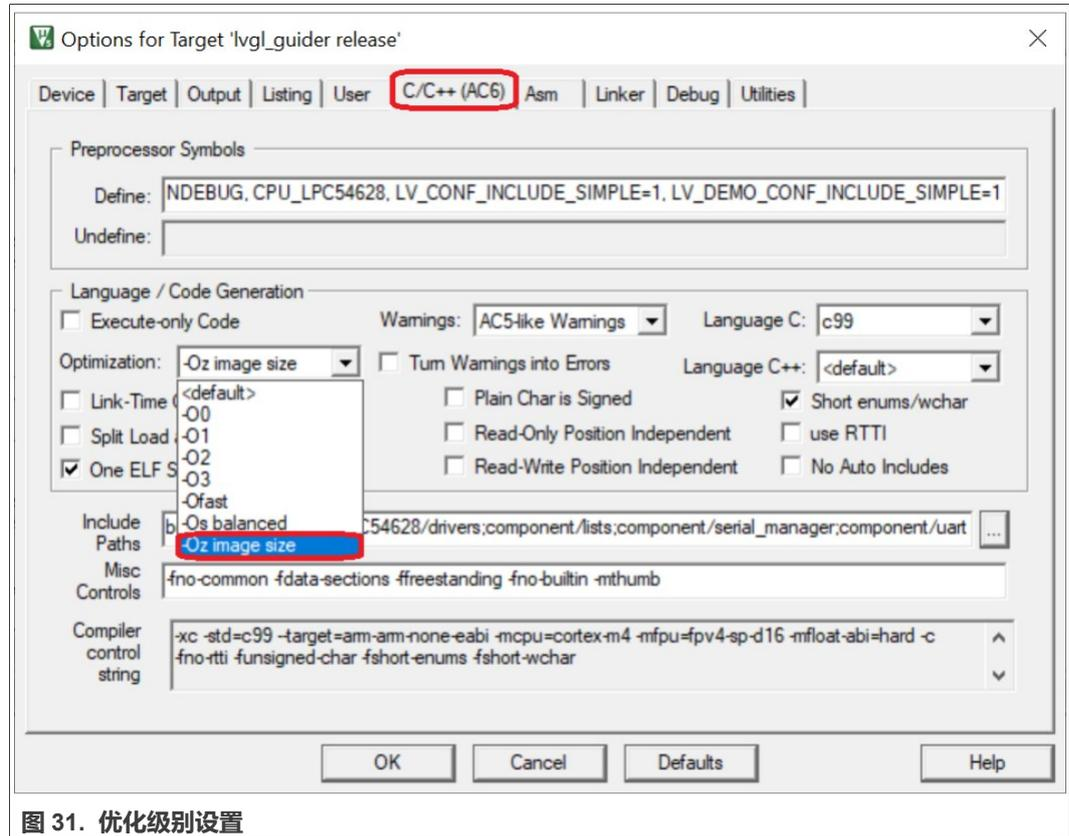

图 31. 优化级别设置
- 设置 Keil IDE 的 IDE 优化级别，如图 31所示。